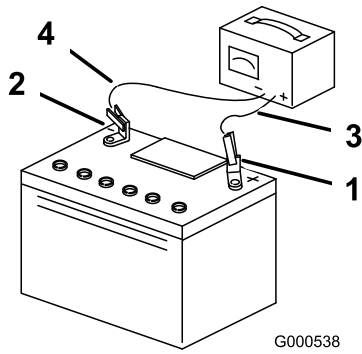

図 53
5. 充電が終わったら、チャージャのプラグをコンセントから抜いてから、チャージャのリード線をバッテリー端子から外す（図 53）。